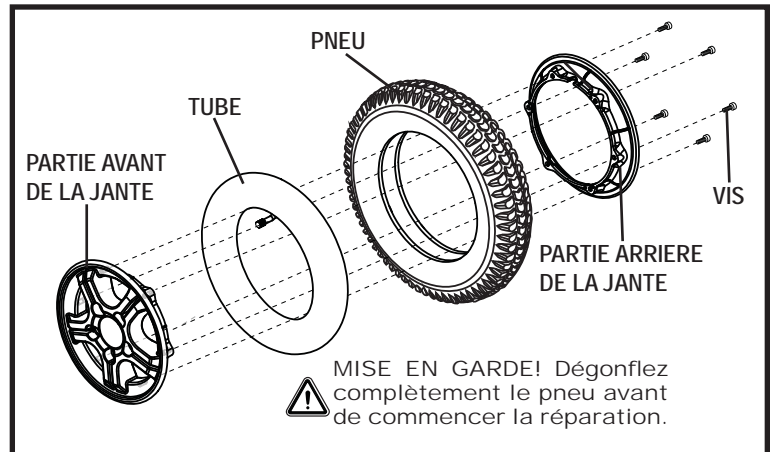

Figure 20. Roue motrice démontée
6. Retirez les vis qui retiennent les deux parties de la jante ensemble. **Voir la figure 20.**
10. Réinstallez les cinq (5) écrous de roue sur le moyeu et resserrez.